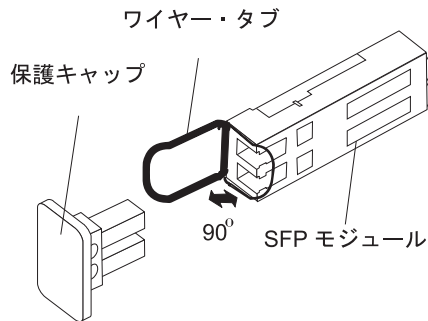

図 28. SFP モジュールのホスト・ポートへの取り付け
4. 所定の位置に確実に収まるまで、SFP モジュールをホスト・ポートに挿入します。64 ページの図 28 を参照してください。